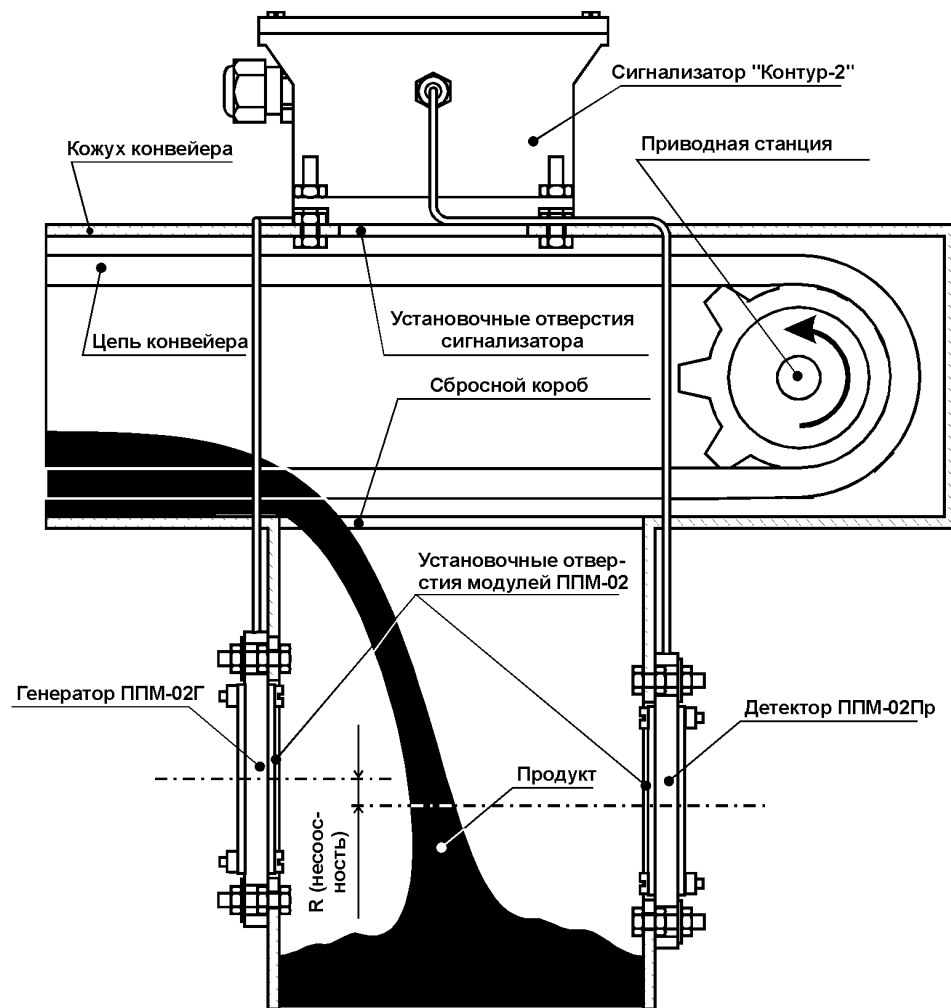

Рис.3. Монтаж датчика РДДП-02.
Сигнализатор «Контур-2» устанавливается в отверстия на коробе скребкового конвейера около приводной станции: в непосредственной близости от него проходит верхняя ветвь цепи (рис. 3). Так как приводная станция толкает её вперёд, то обрыв цепи (в любом месте) вызывает её «провисание» в месте установки сигнализатора, то есть при обрыве цепи расстояние между ней и датчиком увеличивается.
Принцип работы канала «Подпор» основан на ослаблении амплитуды радиосигнала при прохождении им слоя продукта. На противоположных стенках сбросного короба друг напротив друга устанавливаются выносные модули ППМ-02Г и ППМ-02Пр (рис. 3).
Монтаж датчика следует проводить в строгом соответствии с рис. 3. Установку сигнализатора «Контур-2» рекомендуется выполнять на расстоянии 50...100 см от приводной звёздочки конвейера, а модули ППМ-02Г и ППМ-02Пр монтируются на короб как можно дальше от сигнализатора (по длине соединительных кабелей).
**ВНИМАНИЕ!** В месте установки сигнализатора «Контур-2» не должны присутствовать устройства, поддерживающие цепь снизу (перегородки, ролики, «лыжи» и т. д.). Наличие подобных устройств не позволит цепи провиснуть и не приведёт к срабатывания датчика при обрыве цепи! Направление вращения приводной звёздочки должно строго соответствовать рис. 3.
Отверстия для генератора и детектора должны (по возможности) располагаться соосно: это повысит чувствительность канала «Подпор» и позволит изделию работать при более толстых слоях налипания продукта. Несоосность установки (R на рис. 3) не должна превышать 10% от ширины (диаметра) сбросного корпуса.